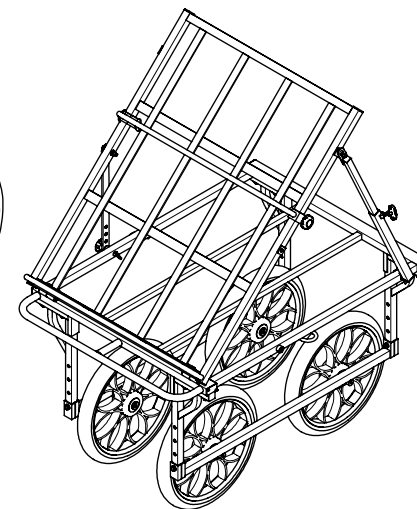

図3(タイヤ幅狭完成図)
- ・図3のように③サイドフレーム、④タイヤフレームを逆向きに取り付けてください。